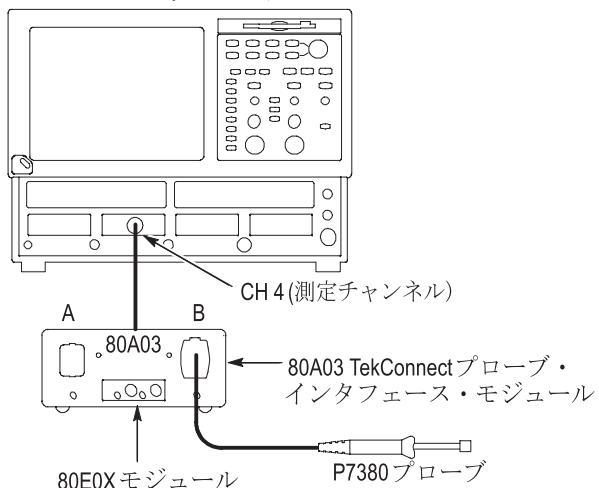

図 11：検査前の設定
1. 80A03 TekConnect プローブ・インターフェースを TDS8200 オシロスコープのチャンネル 3 と 4 に接続します。図 11 を参照してください。